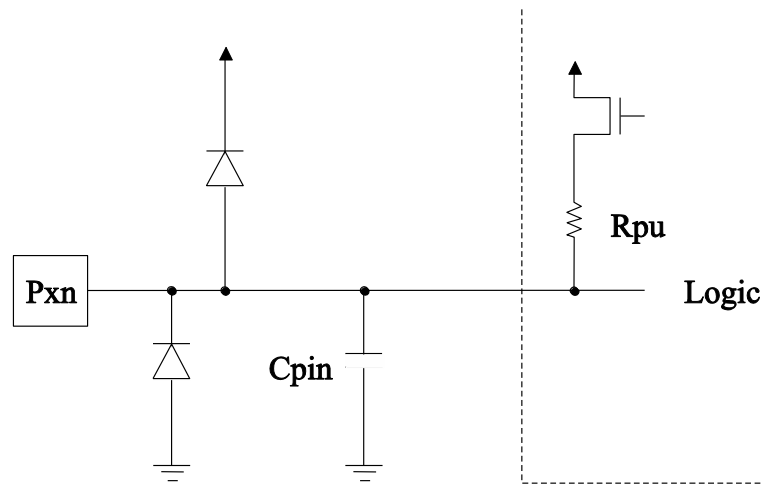

Рис. 7.3 – Блок-схема вывода (ножки) AVR микроконтроллера из документации
Функциональная схема вывода (рис. 7.3) включает в себя диоды **D1** и **D2**, они предназначены для защиты вывода от напряжений, превышающих напряжение питания (электростатика (ESD) и т. п.) паразитную емкость вывода **Cpin**; управляемый подтягивающий резистор **Rpu** на питание и входной ключ.
- PORTxn = «0» – состояние вывода соответствует логическому нулю (Output Low), т. е. состояние вывода (когда он настроен на выход) может изменяться только между логической единицей и логическим нулем. В этом режиме резистор Pull-up (Rpu на рис. 7.3) отключен и никак не влияет на состояние вывода (No Pull-up).